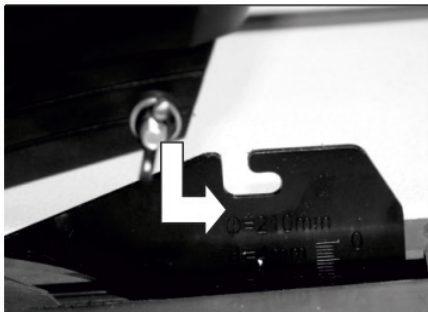
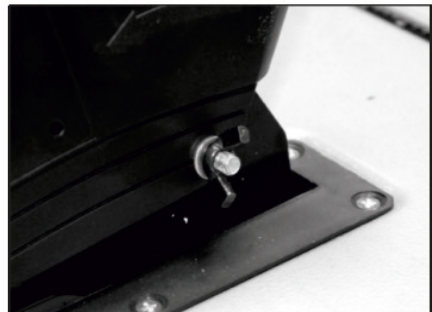

Рис. 2
Рис. 3
2. Вставьте болт защитного кожуха в отверстие на расклинивающем ноже (Рис. 2), затем «барашком» затяните по часовой стрелке (Рис. 3), но не затягивайте слишком сильно.